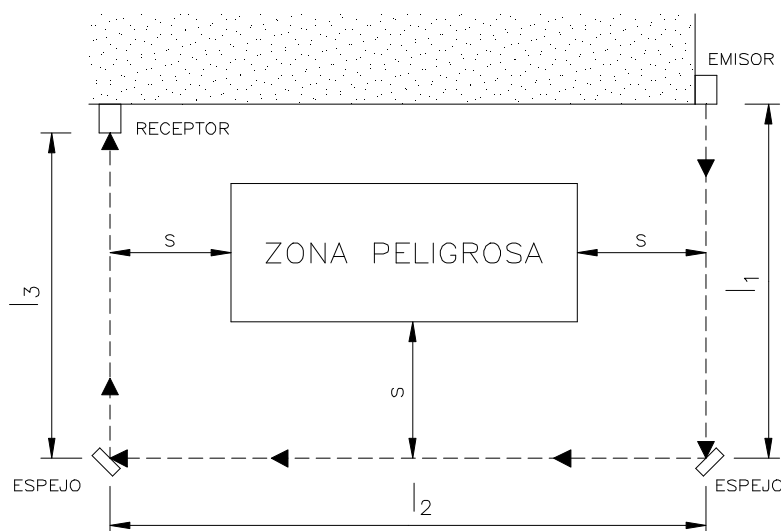

Fig. 14
- Posicionar los espejos de manera que la mínima distancia de seguridad S (fig. 14) se respete en cada uno de los lados de acceso a la zona peligrosa.